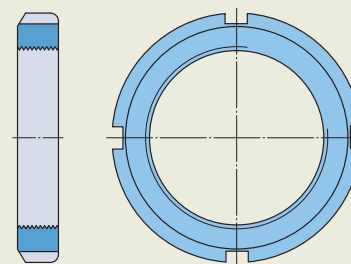
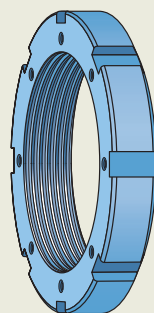

Fig. 3
Fig. 9
- con rosetta di sicurezza W (fig. 3) sono disponibili fino alla dimensione 44 compresa (diametro filettatura 8.628 pollici)
- Le rosette di sicurezza (fig. 3, pagina 1093) impegnano una sede per chiavetta in una filettatura su albero o bussola di trazione. La rosetta blocca la ghiera in posizione quando una delle sue linguette viene inserita in una delle scanalature sul diametro esterno della ghiera (fig. 9).